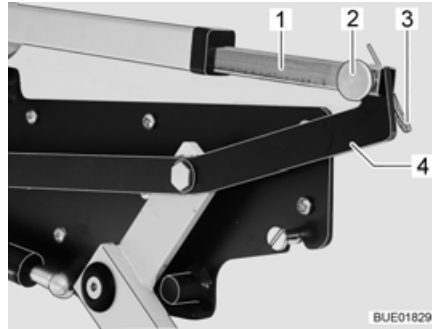

Bild 123 Drivenhet för höjbar säng
- Lossa förbindelsen mellan skjutstången (Bild 123,1) och spaken (Bild 123,4). Dra ut splint (Bild 123,3) och stift (Bild 123,2).